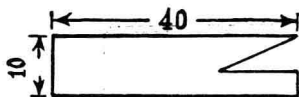
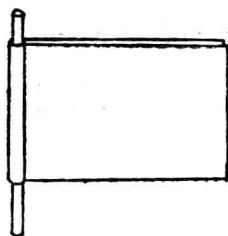
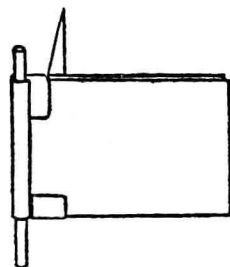

图 2
图 5
图 6
2. 把一块长 40 毫米、宽 10 毫米的铁皮剪成图 2 的样子。
4. 制水平翼: 剪一块长 100 毫米、宽 25 毫米的图画纸, 把一根比竹丝稍粗的铁丝(或大铁钉)夹在中间(图 5)。再用图 2 所示的铁皮在靠近铁丝的地方包上去(图 6)。最后, 把